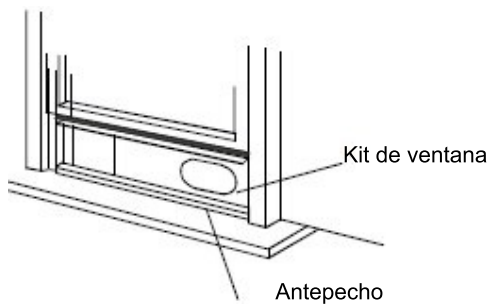

Fig.10
3. Corte el sello de espuma (tipo adhesivo) a la longitud adecuada y peguelo en la parte superior de la ventana. Se muestra como en la Fig. 10